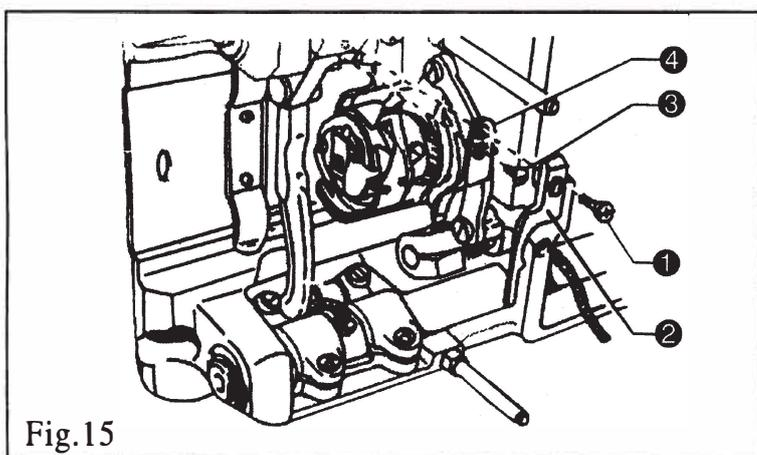

Fig.15
- 2) Apriete la tuerca de bloqueo ① para fijar el soporte del hilo.
- 3) Para el cableado del techo, pase el cable de alimentación a través del soporte del carrete ②.
13.1. REEMPLAZAR LA CONTRACUCHILLA Y LA CUCHILLA MÓVIL (FIG 15, 16, 17.1)